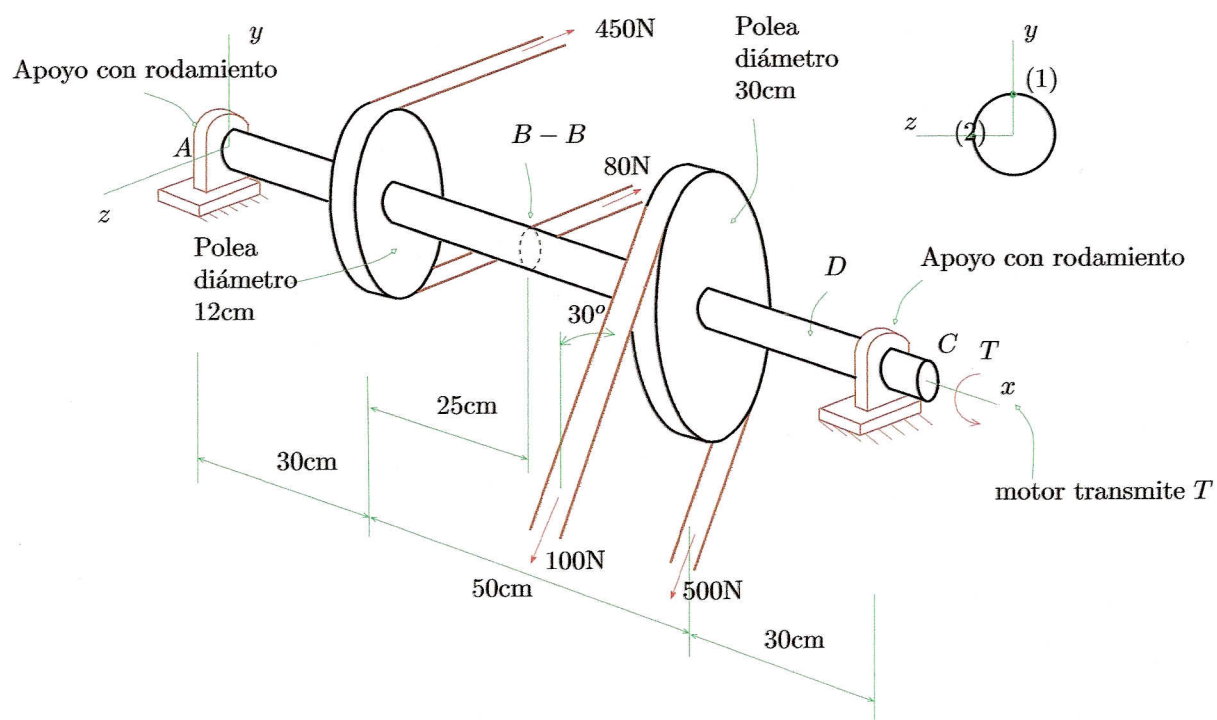
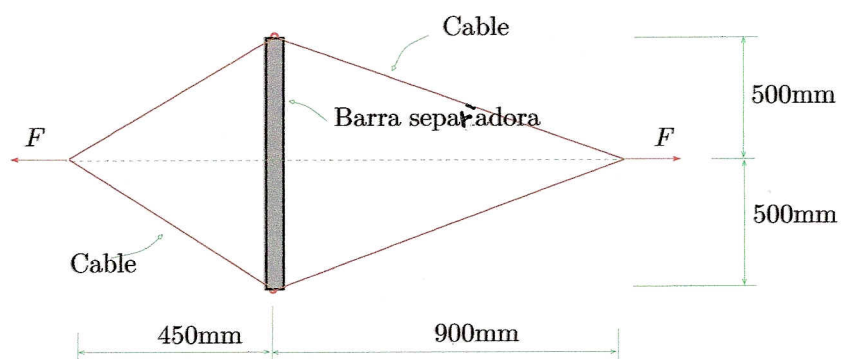

Figura 2: Eje con poleas.
Figura 3: Separador con cables.
2. En la Figura 2 se tiene un eje que impulsa dos poleas. El eje recibe un torque T de un motor que no se muestra en esta figura. El eje está sobre dos soportes con rodamientos en los que podemos asumir no hay roce apreciable. En la posición mostrada en la figura para simplificar los cálculos se puede asumir que todo el sistema está en equilibrio.
- Indique los tipos de esfuerzos que generan cada una de las fuerzas o momentos internos en (1), (2) que se muestran en vista frontal en la figura superior derecha para la sección $B - B$ del eje. Si el diámetro del eje es $D = 3\text{cm}$, determine y grafique en cuadrados diferenciales los estados de esfuerzos para los puntos (1), (2). (25 puntos)
- Si se trabaja con un acero de bajo carbono para el eje con $\sigma_o = 100\text{MPa}$, usando el criterio de Von Mises, determine los factores de seguridad para los puntos (1) y (2), respectivamente. (10 puntos)
3. Una barra maciza de acero como la que se muestra en la Figura 3 tiene un diámetro de 30mm y actúa como separador en el sistema mostrado en dicha figura. Asuma que los cables son inextensibles. Considerando un factor de seguridad 1.7 determine la fuerza máxima que puede soportar el sistema. Se tiene $E = 190\text{GPa}$. (15 puntos)